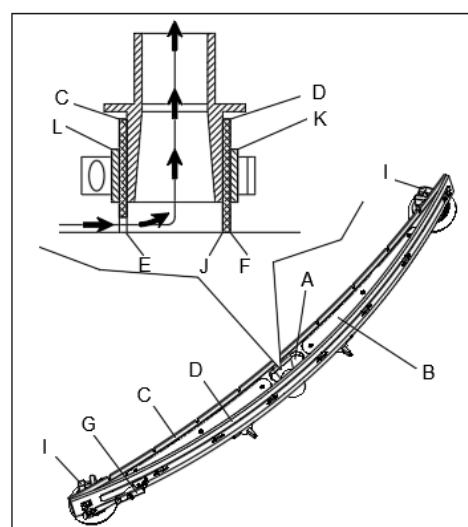

Figura 18
- Verificare che i bordi (E, Figura 18) della gomma anteriore (C) e i bordi (F) della gomma posteriore (D) poggino allo stesso livello, per tutta la lunghezza; se necessario, regolare l'altezza effettuando la seguente procedura:
- Rimuovere il tirante (G), sganciare i ritegni (M) e regolare la gomma posteriore (D), quindi agganciare i ritegni e infine agganciare il tirante.
- Allentare le manopole (I) e regolare la gomma anteriore (C), quindi serrare le manopole.
- Controllare l'assenza di usura, di tagli o di lacerazioni sulla gomma anteriore (C) e sulla gomma posteriore (D); se necessario, sostituirle secondo le procedure indicate nel paragrafo seguente. Controllare che il bordo anteriore (J) della gomma posteriore (D) non sia consumato; se necessario, capovolgere la gomma per
- Sganciare il tirante (G), svincolare dai ritegni (M) e rimuovere la striscia di ritegno (K), quindi sostituire la gomma posteriore (D). Montare la gomma nell'ordine inverso rispetto allo smontaggio.
- Svitare le manopole (I) e rimuovere la striscia di ritegno (L), quindi sostituire la gomma anteriore (C). Montare la gomma nell'ordine inverso rispetto allo smontaggio. Al termine della sostituzione della gomma (o del capovolgimento), regolare l'altezza come indicato al punto precedente.
4. Collegare il tubo di aspirazione (A, Figura 18) al tergitore.
5. Installare il tergitore (B) e riavvitare le manopole (C).